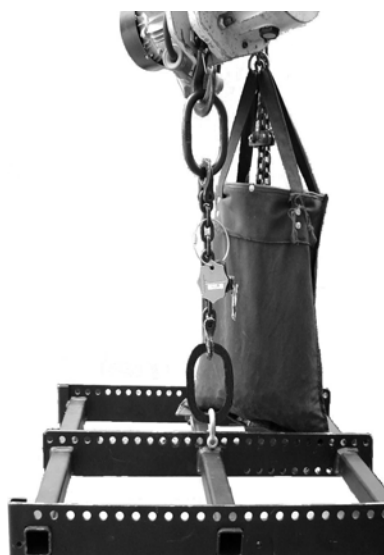
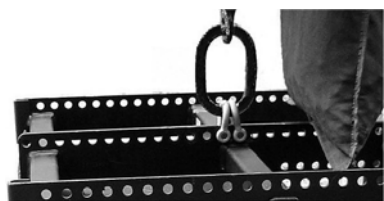

図 6: ホイストコネクターチェーンのセットアップ
図 7: 1t シャックル 2 個を使用した 1/2 穴位置設定
- Z5155 Q ホイストコネクターチェーンに E6507 1t シャックルを 1 つ使用してフレームの穴に取り付けます。(図 6) もし ArrayCalc の計算結果が穴位置の中間の場合は、1t シャックルを 2 つ使用して隣り合う 2 つの穴に取り付けます。(図 7) Z5160 Q ロードアダプターを使用すればさらに 1/4 の穴位置設定まで行うことができます。(図 8) 詳細は、Z5160 Q ロードアダプターのマニュアルを参照ください。